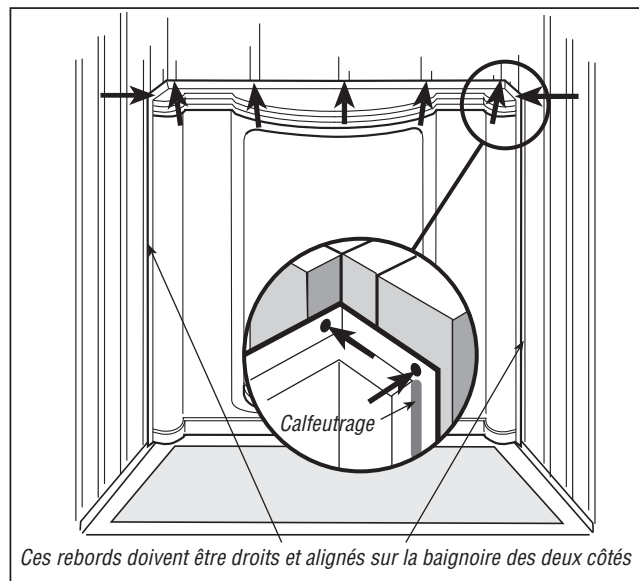

Figure 5
- 3** Essayez les panneaux dans l'alcôve sans les coller. Placez le panneau arrière à l'intérieur de l'alcôve (les languettes dans le bas vont dans les encoches de la baignoire). Remarque : Lorsque placées contre les poteaux muraux arrière, les brides de cloutage sur l'arrière du panneau doivent être en ligne droite et perpendiculaires avec la baignoire (Figure 5). Placez chaque bout de panneau de façon à ce que les crochets au bout du panneau aillent à l'intérieur des fentes sur l'arrière du mur, ensuite poussez vers le bas jusqu'à ce que les parties supérieures des panneaux soient égales. (Figure 3.) Les brides de cloutage horizontal seront situées dans le haut des trois panneaux. Déterminez quel panneau latéral devra être coupé pour les accessoires de plomberie. Localisez, marquez et coupez soigneusement les trous en utilisant une scie cylindrique appropriée. Lorsque tous les panneaux sont correctement placés dans l'alcôve, faites une ligne de crayon aux contours supérieurs de tous les panneaux et sur les contours frontaux du bout des panneaux comme référence lorsque l'encollage sera effectué. Enlevez tous les panneaux.
- 5** Repérez et percez un trou de 3/16 po au centre de la bride de cloutage sur le haut du panneau et centré sur chaque montant (Figure 5). Vérifier que les brides de cloutage vertical sur les deux côtés sont égales et perpendiculaires avec la baignoire (vous aurez peut-être à fléchir manuellement les brides de cloutage pour les égaliser). Martelez des clous à ouverture galvanisés à travers chaque trou et à l'intérieur des montants, ce qui tiendra fermement le panneau. Ajoutez un cordon de produit de calfeutrage jusqu'au-devant de la surface verticale du panneau arrière qui possède des fentes pour le bout des crochets muraux. (Figure 5).